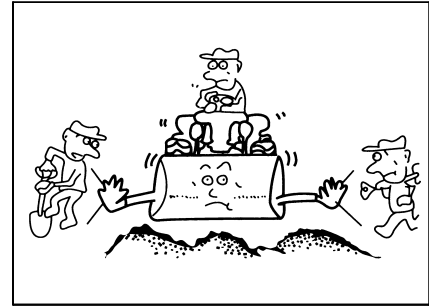

Рис. 1-48
- Так как это особый автомобиль, особенно когда погрузчик перемещает предмет больших размеров, поле зрения плохое. При этом следует обращать большое внимание на подъем, спуск, задний ход, передний ход, переключение передач. Кроме того, посторонние лица не допускаются в зону работы, или погрузчик ходит под наведением специального лица (рис. 1-48).